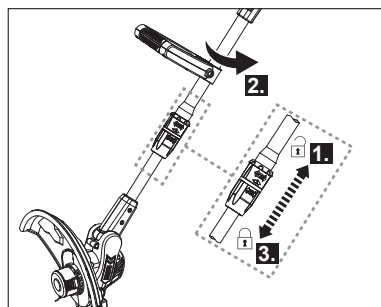

Fig. 15
2. Desplace el manguito de liberación (7) hacia arriba y gire la empuñadura principal (1) en sentido contrario al de las agujas del reloj mientras sujeta la sección inferior del tubo telescópico (9) a fin de ajustar el cabezal del cortabordes (13) a un ángulo de 0°. Asegúrese de que el manguito de liberación (7) quede encajado en su sitio (Fig. 15).